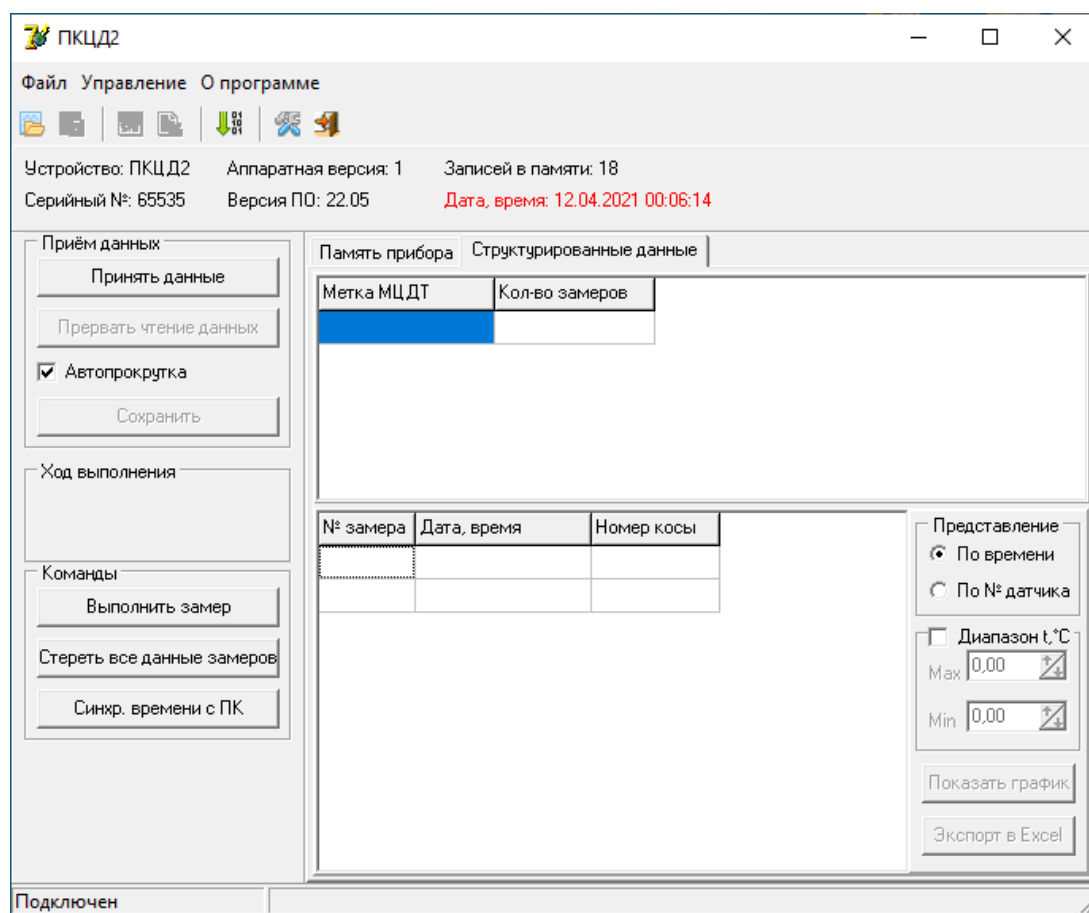

Рисунок 9 – Основное окно программы обслуживания ПКЦД-2
2.5.5. Запустите программу обслуживания ПКЦД-2. Во время запуска происходит сканирование портов ПК и поиск контроллера. Если контроллер найден, то на дисплей ПК выведется основное окно программы с характеристиками контроллера (рисунок 9).